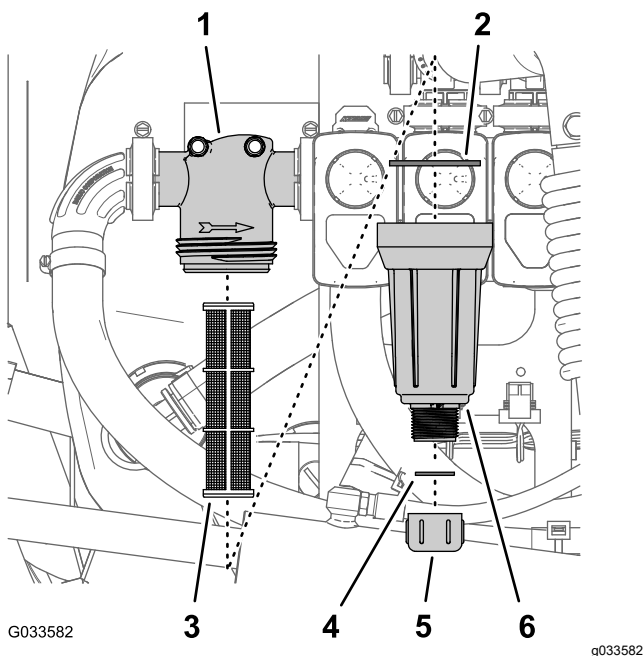

Figura 106
2. Amplasați o tavă de golire sub filtrul de presiune (Figura 106).
3. Rotii capacul de golire în sens invers acelor de ceasornic i scoatei-l din vasul filtrului de presiune (Figura 106).
4. Rotii vasul în sens invers acelor de ceasornic i îndepărtați capul filtrului (Figura 106).
5. Îndepărtați elementul de filtrare al vechiului filtru de presiune (Figura 106).
6. Verificați dacă există deteriorare i uzură la nivelul garniturii pentru bușon de golire (situat în interiorul vasului) i garniturii pentru vas (aflată în interiorul capului filtrului) (Figura 106).
7. Montați un nou element de filtrare pentru filtrul de presiune pe capul filtrului (Figura 106).
8. Montați vasul pe capul filtrului i strângeți-l manual (Figura 106).
9. Montați capacul de golire pe fittingul din partea de jos a vasului i strângeți capacul manual (Figura 106).